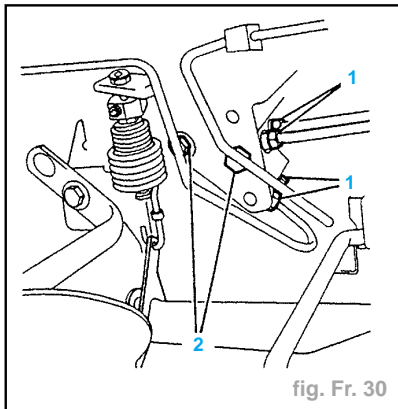

fig. Fr. 30
- Désaccoupler les tuyaux de freins (1) (fig. Fr. 30).
- Déposer les vis de fixation (2) (fig. Fr. 30).
- Enduire de Loctite Frenetanch les vis (2) (fig. Fr. 30).
- Couples de serrage (daN.m) (fig. FR.30) :
- vis (2)..... 2
- tuyaux (1)..... 1,5